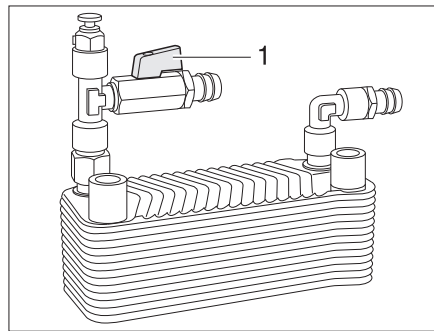

Bild 208 Wärmetauscher Alde
*Anstellen:* ■ Griff (Bild 208,1) des Abstellhahns parallel zur Rohrleitung stellen.
*Abstellen:* ■ Griff (Bild 208,1) des Abstellhahns quer zur Rohrleitung stellen.